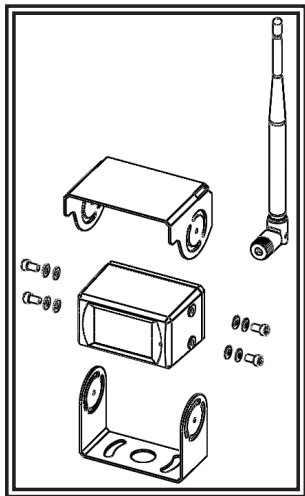

Figura 6
3. Instale la cámara y el visor de sol en la abrazadera en «U» como se muestra en la Figura 6.